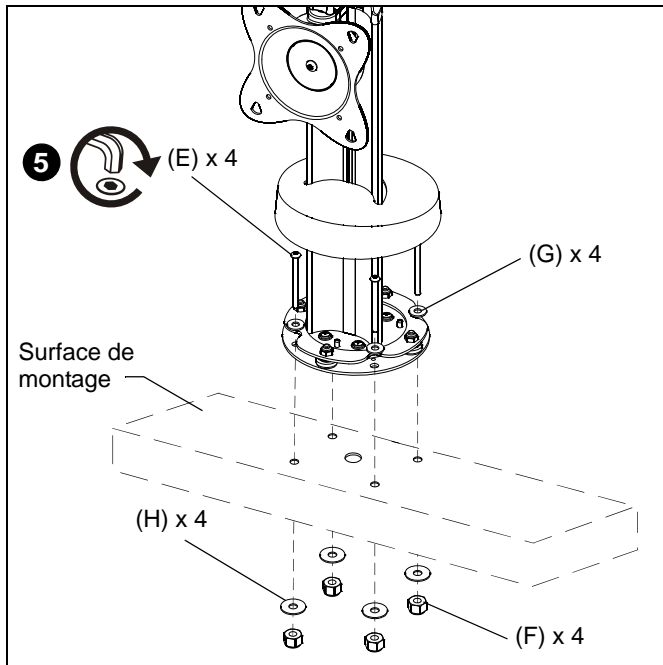

Figure 4
- À l'aide d'une clé hexagonale de 3,9 mm (5/32 po), fixez le STS1 à la surface de montage (L) avec quatre vis de fixation à tête ronde 1/4-20 x 3-1/4 po (E), quatre rondelles plates de 6,4 mm (1/4 po) (G), quatre rondelles protectrices de 6,4 mm (1/4 po) (H), et de quatre écrous nyloc de 6,4 mm (1/4 po) (F). (Voir Figure 4)